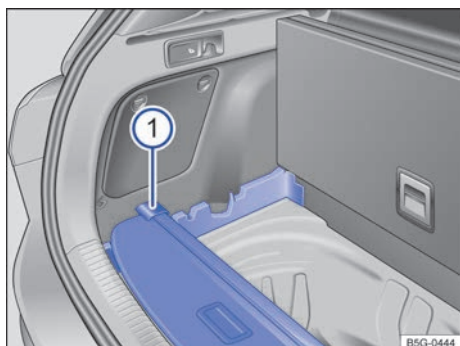

Fig. 160 Debajo del piso variable del maletero: guardar la cubierta del maletero.
- Deposite la cubierta del maletero desmontada → fig. 160 ① sobre los rebajes traseros de las bases laterales, tal y como se muestra en la figura.